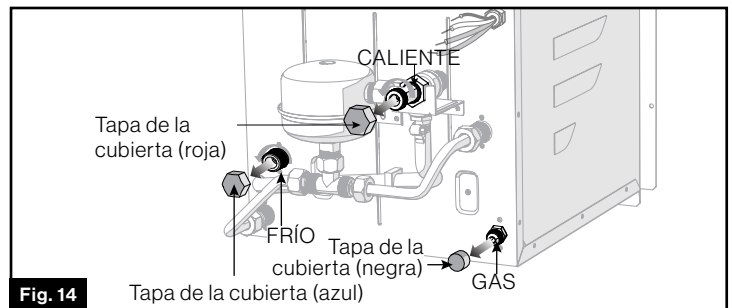

Fig. 14
2. Retire las tapas de protección para el conector de agua FRÍO (azul), CALIENTE (rojo) y el conector de GAS de la parte posterior. (Fig. 14)